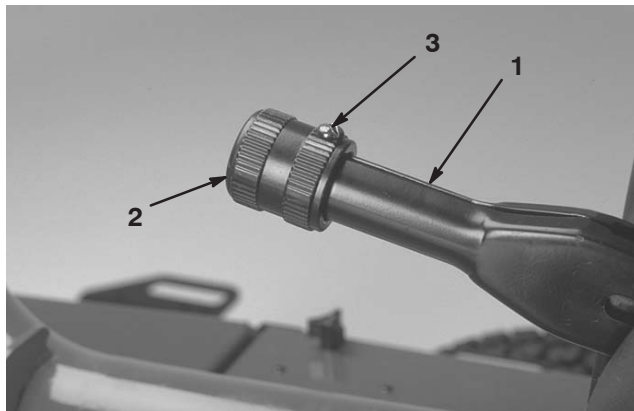

Bild 58
1. Lockern Sie die Stellschraube, mit der das Handrad am Feststellbremshebel befestigt ist (Bild 58).